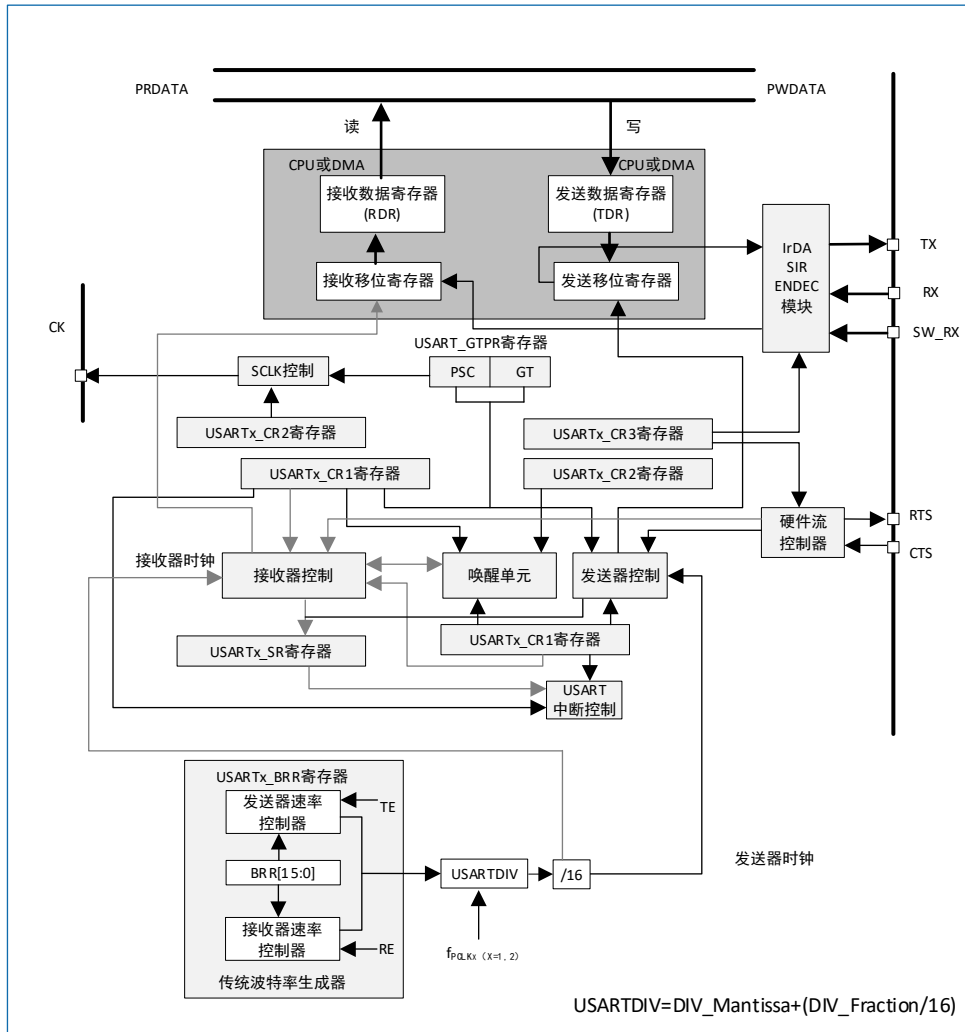

图 25-1 USART 框图
接口通过三个引脚与其他设备连接在一起（详见图 25-1）。任何 USART 双向通信至少需要两个管脚：接收数据输入 (RX) 和发送数据输出 (TX)：
在 USART 发送期间, 在 TX 引脚上首先移出数据的最低有效位。在此模式里, USARTx_DR 寄存器包含了一个内部总线和发送移位寄存器之间的缓冲器 (详见图 25-1)。